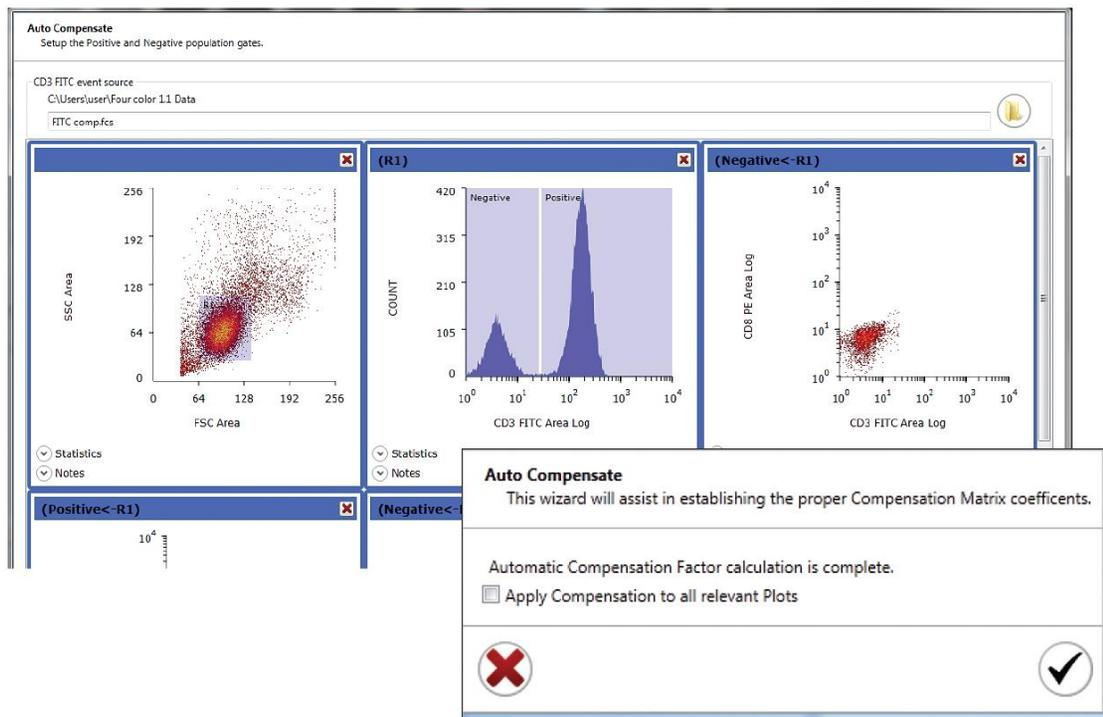

Рис. 63. Использование программы автоматической компенсации для регулировки границ положительных и отрицательных популяций
8. Щелкните на синей стрелке «вперед» для открытия окна Automatic Compensation Calculation Wizard (Мастер автоматического расчета компенсации) (Рис. 63).